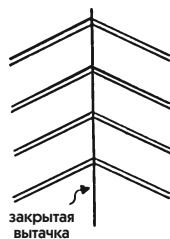

Рис. 498
возможности менее заметной. Для этого самое главное — правильное сочетание полос при закрытой вытачке. Сравните рис. 498 и 499. На втором показано неправильное соединение полос на закрытой вытачке. Следует знать, что идеальное соединение полос возможно при том условии, что вы не устанавливаете заранее точку, от которой начнется вытачка.
- Проверьте сочетание полос. Если вы правильно выполнили задание, то вы должны получить такое расположение полос, как на рис. 498.